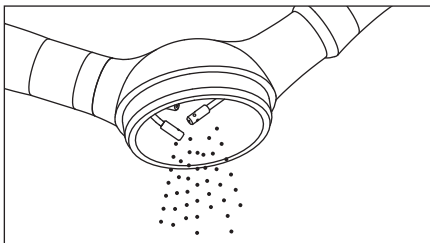

Fig. 11
- 1) Abra a tampa do conjunto pulverizador e retire o pó residual. (Fig. 11)